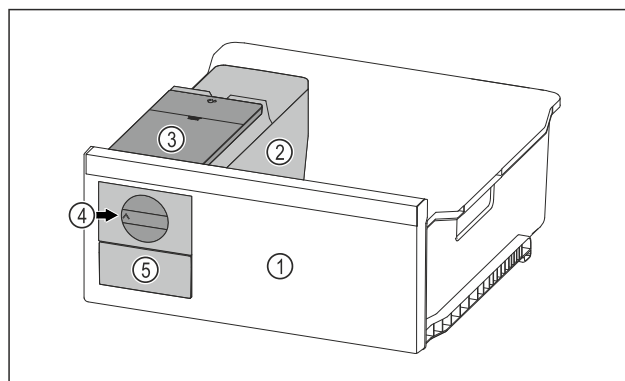

*Fig. 119 Eksempel på fremstilling av glassplaten*
- ▶ Sett glassplaten på skrå bak stopperne. (se *Fig. 119*)